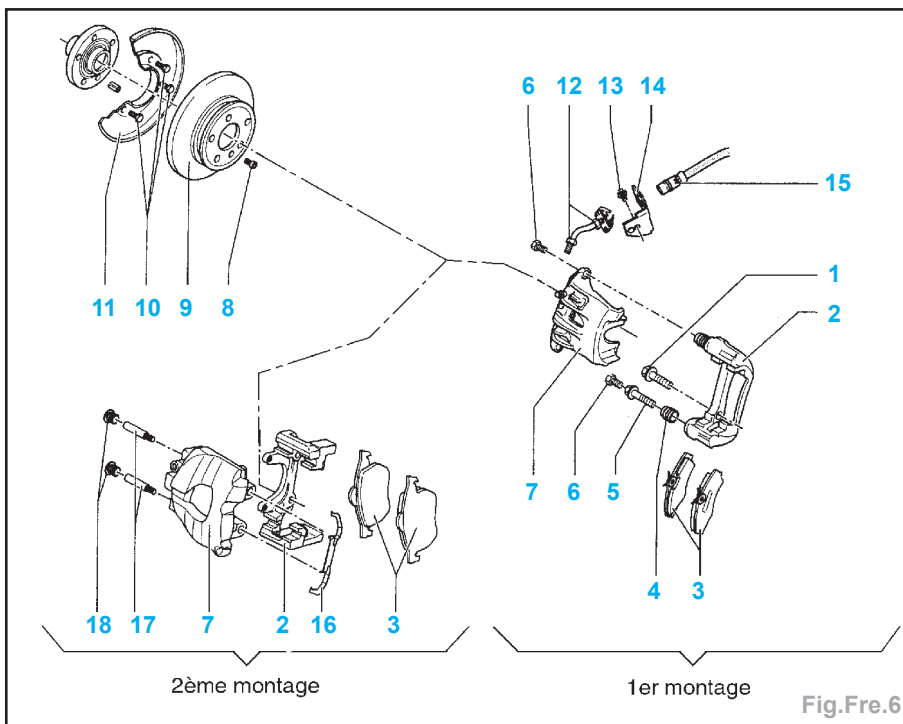

Fig.Fre.6
- Desserrer le raccord flexible (15) de l'étrier de frein (Fig.Fre.6).
- Déposer les vis (1).
- Désaccoupler le raccord flexible (15) de l'étrier de frein.